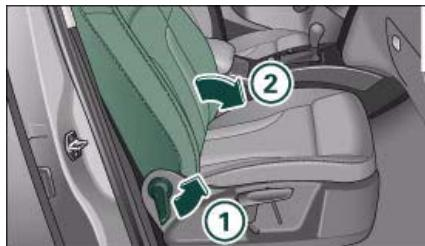

Fig. 58 Asiento del acompañante: Abatir el respaldo
- ① - Asiento hacia delante/atrás: tire de la palanca y desplace el asiento.
- ② - Alargar/Acortar el apoyo para los muslos*: levante el asidero.
- ③ - Inclinar* el cojín: tire de la palanca o bien oprímalas.
- ④ - Ajustar el apoyo lumbar*: pulse la tecla según la posición que desee.
- ⑤ - Asiento hacia arriba/abajo: tire de la palanca hacia arriba o empújela hacia abajo.
⑥ - Respaldo más/menos inclinado: gire la rueda moleteada. En vehículos con respaldo del acompañante abatible*: tire de la palanca ⇒ fig. 58.
⇒ *página 59, fig. 58* ①.
- Abata el respaldo lentamente hacia delante ②.